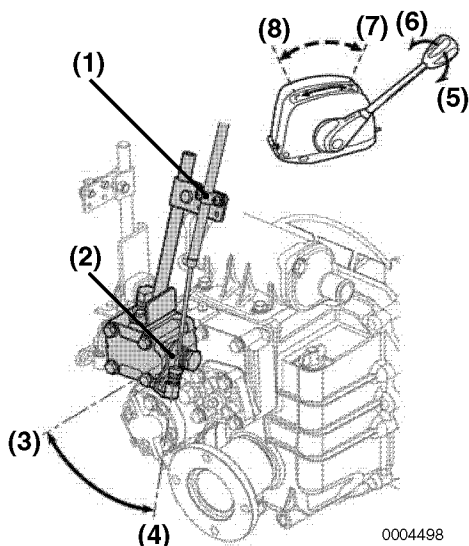

Abbildung 9
1. Stellen Sie sicher, dass sich der Trollinghebel (**Abbildung 9, (2)**) auf der Position für hohe Drehzahl (**Abbildung 9, (4)**) befindet, wenn der Trolling-Fernbedienungshebel auf hoher Drehzahl steht (**Abbildung 9, (7)**).
2. Stellen Sie sicher, dass sich der Trollinghebel auf der Position für niedrige Drehzahl (**Abbildung 9, (3)**) befindet, wenn der Trolling-Fernbedienungshebel auf niedriger Drehzahl steht (**Abbildung 9, (8)**).
3. Zum Einstellen die Einstellschraube der Kabelverschraubung lösen (**Abbildung 9, (1)**) und die Position des Kabels einstellen.